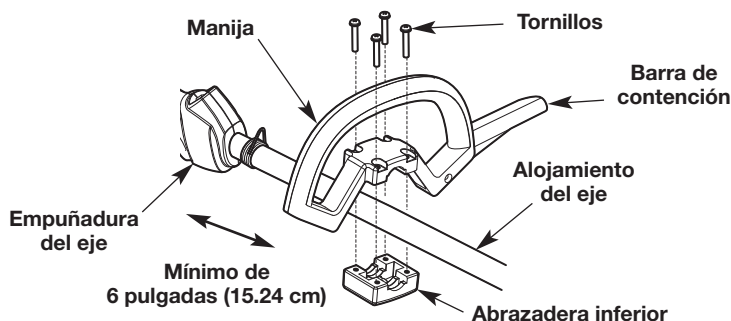

Fig. 3
1. Use un destornillador mediano de cabeza plana o un destornillador T-25 Torx para extraer los cuatro (4) tornillos y la abrazadera inferior de la manija.
4. Inserte los cuatro (4) tornillos a través de la manija y en la abrazadera inferior.
6. Mientras sujeta la unidad en la posición de funcionamiento (Fig. 13), desplace la manija hasta la ubicación que le ofrece el mejor agarre. Ubíquela como mínimo a 6 pulgadas (15.24 cm) del extremo de la empuñadura del eje (Fig. 3).
2. Mientras sujeta la unidad en la posición de funcionamiento (Fig. 13), desplace la manija hasta la ubicación que le ofrece el mejor agarre. Ubíquela como mínimo a 6 pulgadas (15.24 cm) del extremo de la empuñadura del eje (Fig. 3).